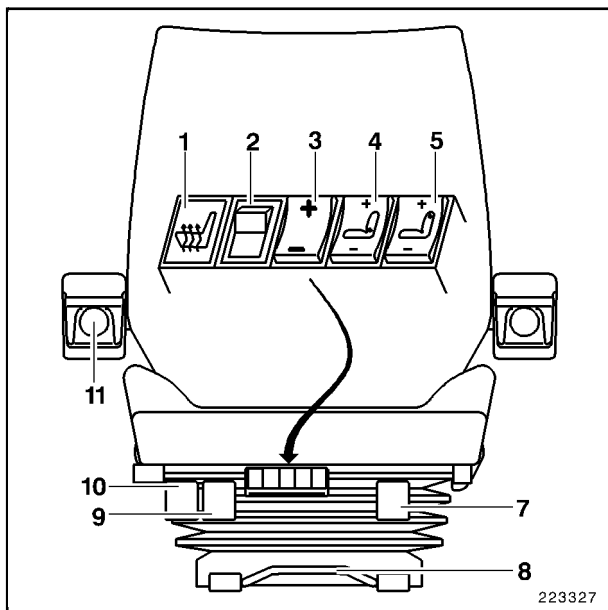

Fig. 2
(4 y 5, Fig. 2):
- Conectar el interruptor basculante (2, Fig.2).